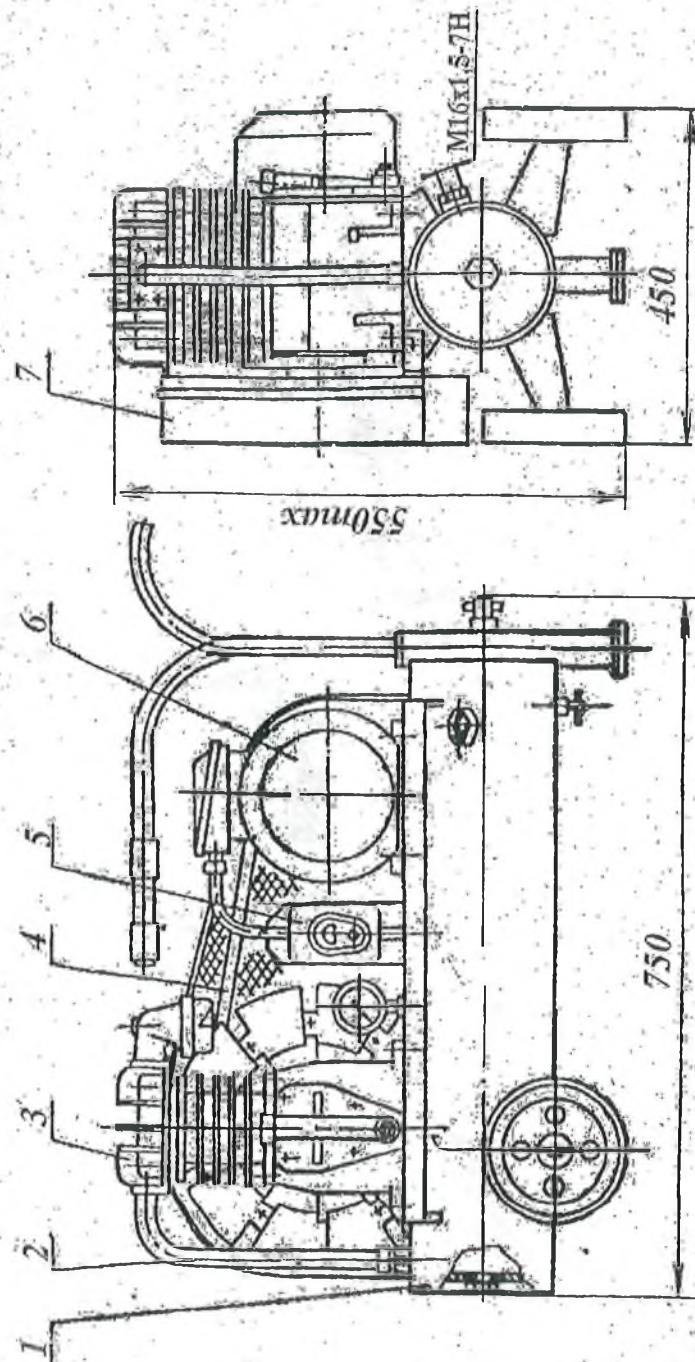

Рис.1.
3.1. В состав изделия (рис.1) входят: головка компрессорная 3, двигатель 6, тележка 1, трубопровод с обратным клапаном 2, пускатель 5, приводной ремень 4, ограждение 7.